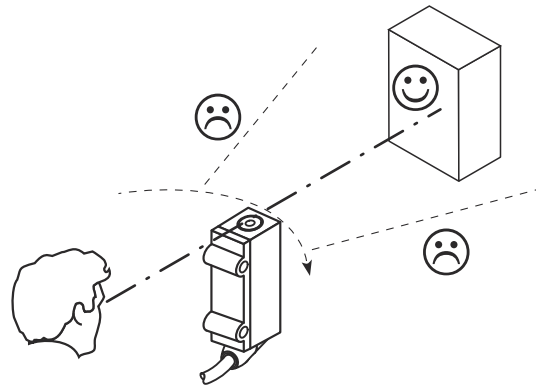

Figura 3: Alinhamento do sensor
3. Selecionar o posicionamento de forma que a luz infravermelha (invisível) incida sobre o centro do objeto. O alinhamento correto só pode ser detectado através dos LEDs de indicação (objeto detectado, LED amarelo acende) ou com a ajuda de uma placa de conversão infravermelha (ver o programa de acessórios da SICK). ver figura 3, página 129